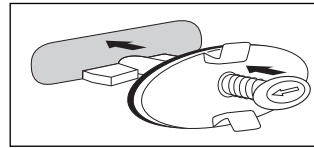

Abb. 4
- Bei länglichen Überläufen drücken Sie den Spannstift und kippen Sie den Verriegelungshebel so, dass er im rechten Winkel zum Spannstift steht (Abb. 4).